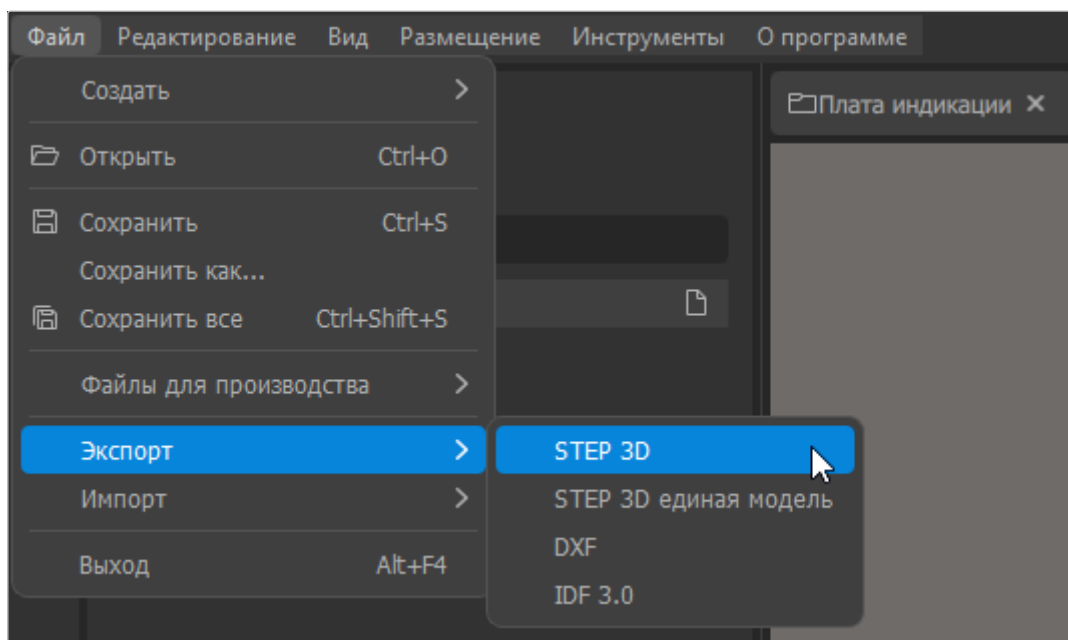

Рисунок 177. Меню «Файл» → Экспорт
- 2) Вызвать команду меню *Файл* → *Экспорт* → *STEP 3D* для экспорта модели (см. рисунок 177) как сборочной единицы или *Файл* → *Экспорт* → *STEP 3D единая модель* для экспорта модели как многотельной детали.